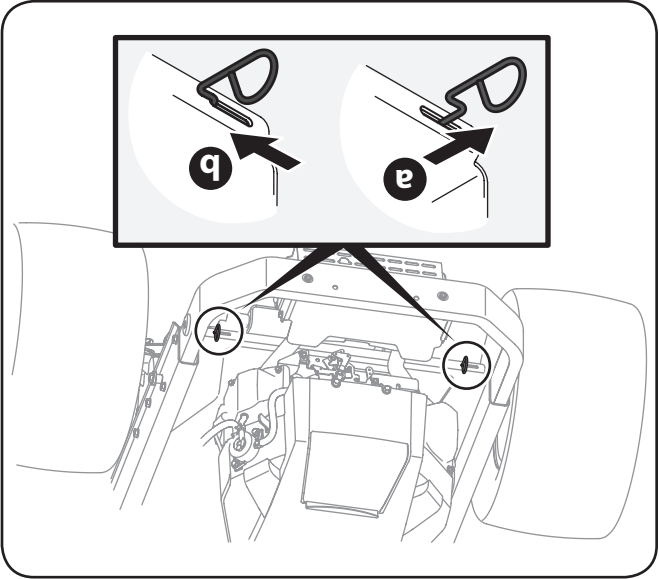

Figure 3-1
de chaque côté du tracteur pour déplacer celui-ci sans le mettre en marche. Ces tiges se trouvent sur l'arrière du tracteur, sur l'intérieur de chaque roue arrière. Pour embrayer chaque tige de dérivation, tirez-la vers l'extérieur(a) et vers la droite (b) pour la bloquer. Voir la Figure 3-1
2. Débrayez les tiges en inversant a et b après avoir déplacé le tracteur. Voir la Figure 3-1